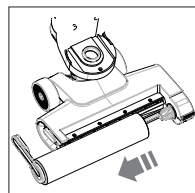

Fig. 14 – Retirada del rollo de microfibra
- ▶ Tire de la lengüeta de bloqueo del rodillo de microfibra hacia la izquierda y extraiga el rodillo de microfibra (**véase Fig. 14**).